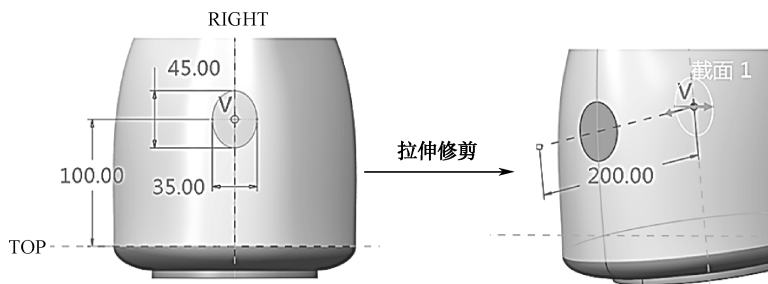

图 7-72 “拉伸 5”修剪
(2) 单击【模型】→按钮，弹出【拉伸】操控面板。在操控面板上，选择【拉伸为曲面】且为修剪模式。单击【放置】→【定义】，选择绘图区中的 FRONT 平面作为草绘平面，RIGHT 平面作为参照平面，参考方向为右。单击【草绘】进入草绘模式。绘制如图 7-72 所示曲线，完成“拉伸 5”后单击 ☒ 按钮，完成曲面的拉伸修剪。